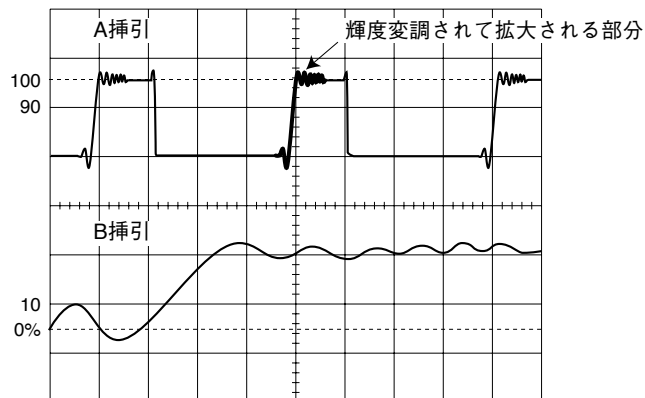

図9 ALT 掃引
- 2) H. MODEをALT に設定し、B TRIG'D/AFT.DLYをAFT.DLY にします。拡大される部分が明るく輝度変調されます。図9では上の輝線が非拡大波形で、下の輝線が拡大波形です。